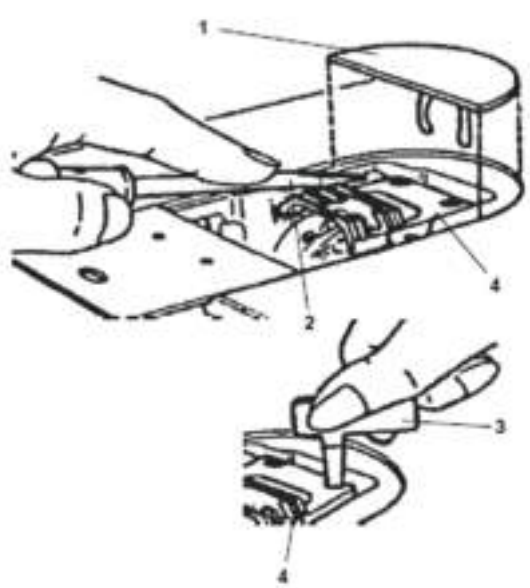

Figura 28
1. Abra a tampa corrediça e retire a chapa da agulha com a chave de fendas (3) Figura 28, que é fornecida com a máquina.
2. Com uma chave de fendas retire a tampa da base (1) e o dente impelente (4) Figura 28.